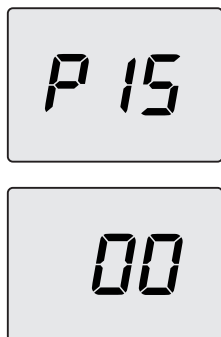

Figura 5.17
- Scorrere i vari parametri utilizzando i tasti 13 o 14 fino a far apparire sul display LCD le lettere **P15** che si alternano con il valore del parametro, indicanti l'entrata nel "parametro 15" (Figura 5.17).
- Premendo contemporaneamente i tasti 12 e 13 (Figura 5.15) si esce senza modificare il valore (ritorno alla lista parametri Figura 5.17).